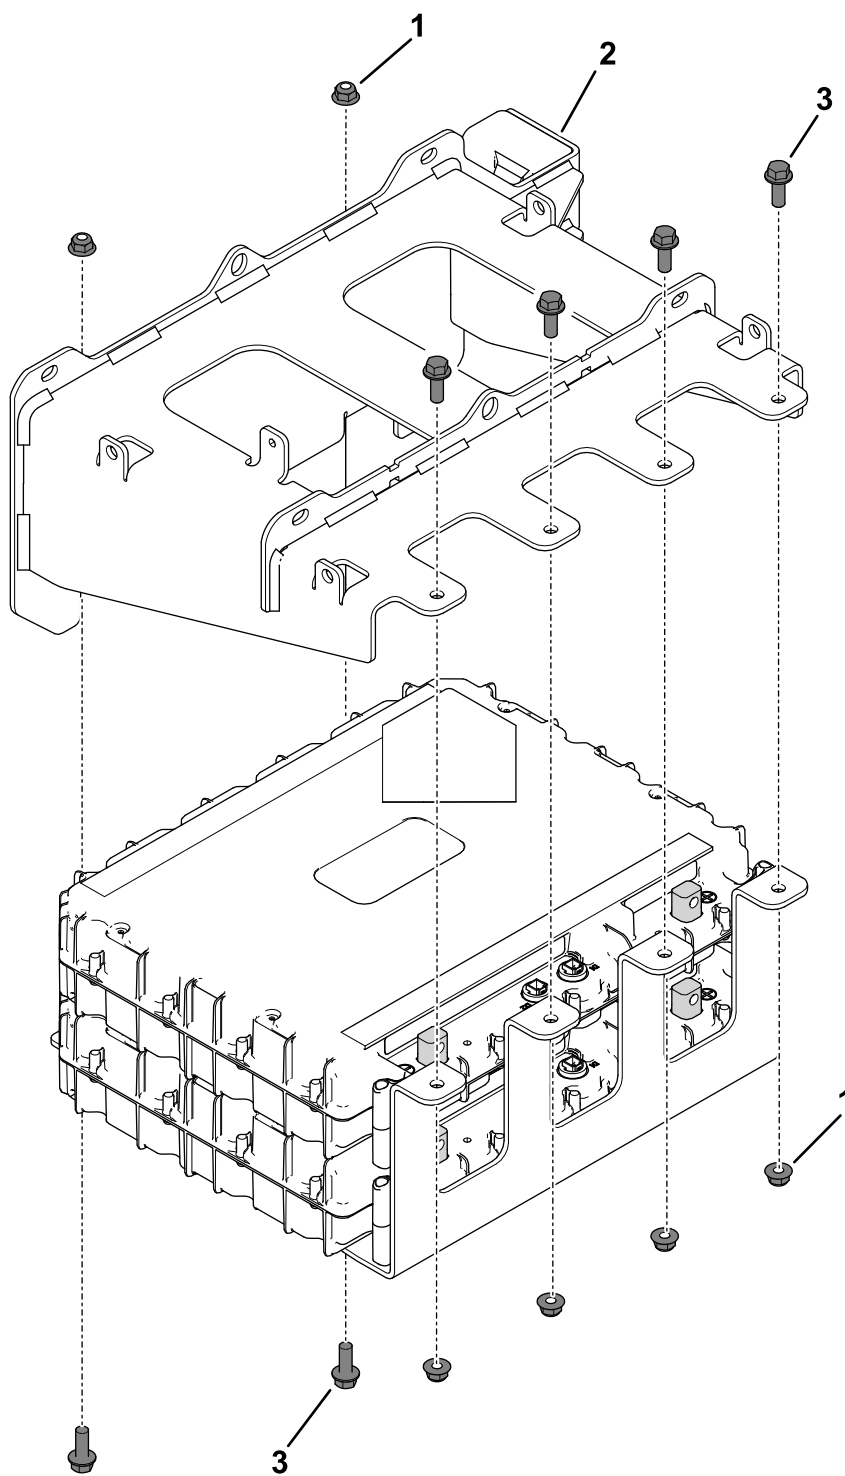

Figura 21
5. Utilize 6 parafusos flangeados ( $\frac{3}{8}$  x 1 pol.) e 6 porcas flangeadas ( $\frac{3}{8}$  pol.) para prender, sem apertar totalmente, a placa de montagem inferior à placa de base inferior (Figura 21).